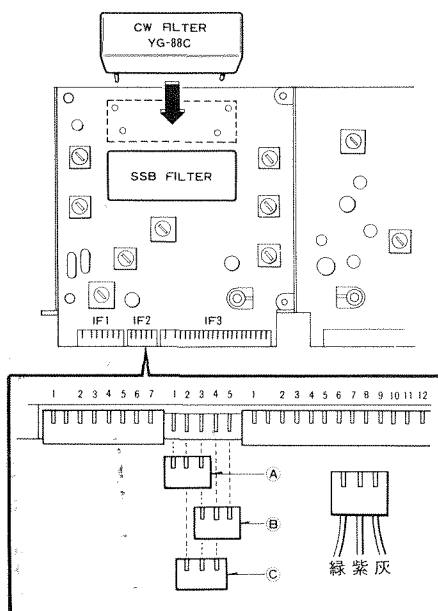

図14 CWフィルタの取付け方
- ①セットの上ブタおよび底板を取りはずしてください。
- ②セット左側面にある、IFユニット基板のオプションフィルタ用スペースに、CW用クリスタルフィルタを取付け、4本のピンをハンダ付けしてください。ハンダ付は、小容量のハンダゴテで、できるだけ短時間に終るようにご注意ください。
- ③CW用フィルタを取付けたセットでは、MODEスイッチに連動して、使用フィルタを自動的に切替えるために、IFユニットへ接続されているコネクタを次のように差替えます。
- ①SSBフィルターだけのとき、(図14(A)参照)
- ②CWフィルターを付け加えたとき、
- FSKを170Hzシフトで運用するとき、(図14(B)参照)
- FSKを850Hzシフトで運用するとき、(図14(C)参照)
- ④CW用フィルタの取付けおよびコネクタ差替えの際は、IFユニット取付金具をシャーシに固定しているビス3本をはずし、ユニットを上方に引上げますと作業が楽に行えます。